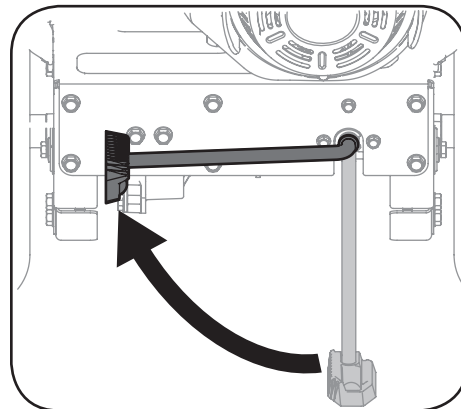

Figura 4-2
1. Haga rodar la base de potencia FLEX™ hasta la bomba de agua accesoria con la pata de cabra hacia ARRIBA. Vea la Figura 4-2.